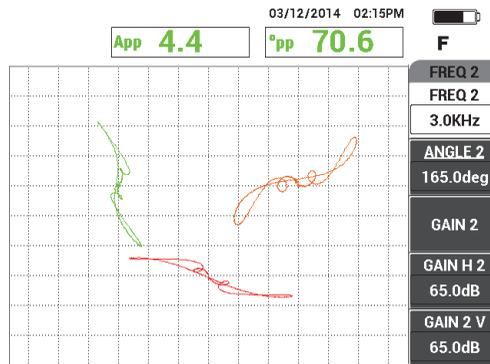

Figure 5-141 Balayage de l'anneau d'appui
7. Placez la sonde dans une zone sans défaut près de l'anneau d'appui du tube, et puis appuyez sur la pédale d'équilibrage. Balayez l'anneau d'appui et, lorsque c'est fait, appuyez sur la touche FREEZE (❄️)[voir la Figure 5-141 à la page 242].